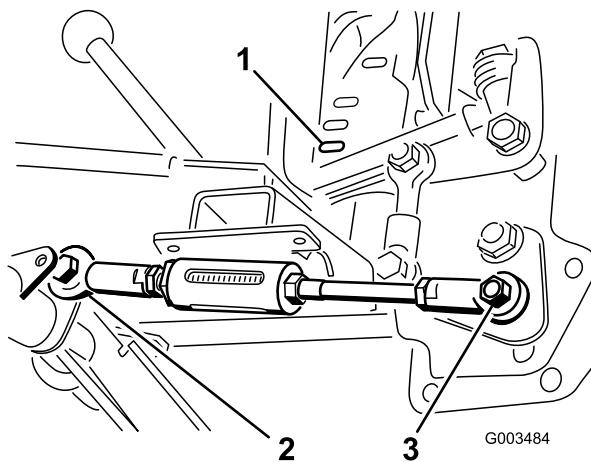

Figura 8
6. Mueva la palanca de elevación hasta que el orificio de la articulación esférica esté alineado con el orificio del lado derecho de la palanca de la varilla ajustable del tubo de pivote, y sujetela la varilla a la palanca con un perno ($\frac{1}{2}'' \times 1\frac{1}{2}''$) y una contratuerca ($\frac{1}{2}''$), como se muestra en la Figura 8.